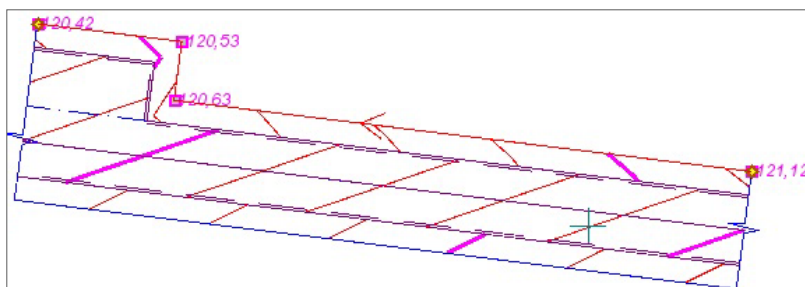

Рис. 6.26
- В окне параметров установлен метод определения первого профиля по отметкам, которые система определяет в узловых точках из поверхности в слое *Вертикальная планировка* (рис. 6.26).